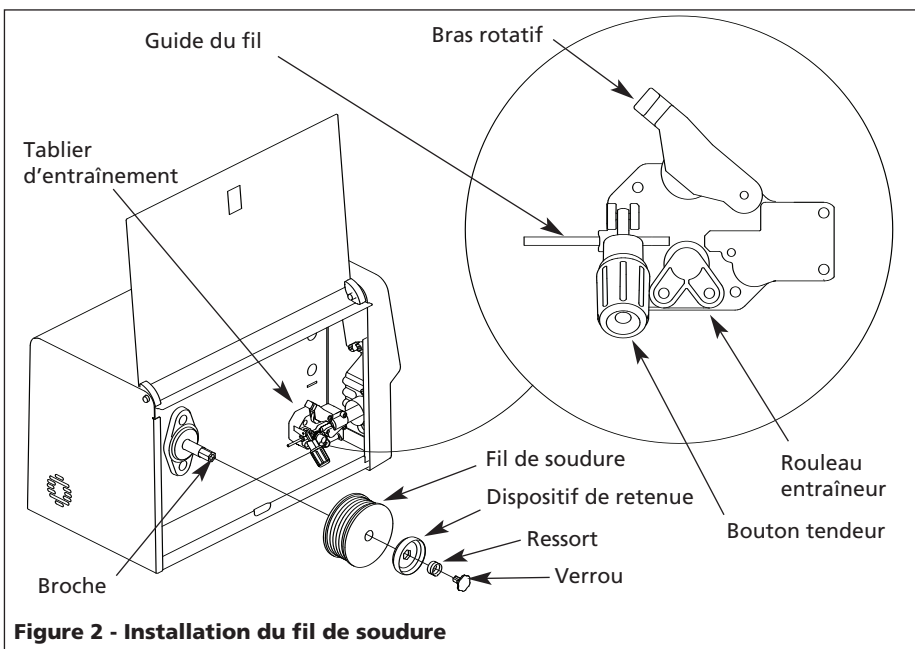

Figure 2 - Installation du fil de soudage
- a. Le diamètre du fil de soudure s'agence à la rainure du rouleau entraîneur sur le mécanisme d'alimentation du fil (voir figure 2).